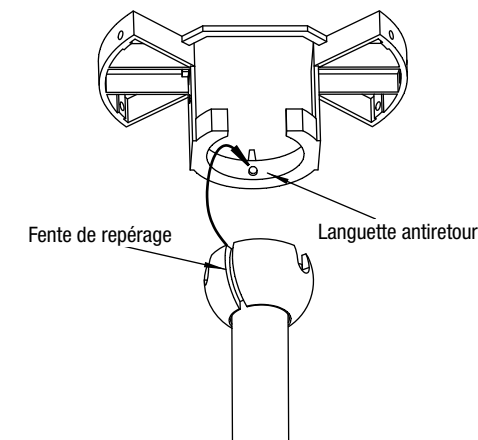

Fig. 7
**Étape 7.** Placez la rotule sphérique de la tige de suspension dans la douille du support de suspension. (Fig. 7)